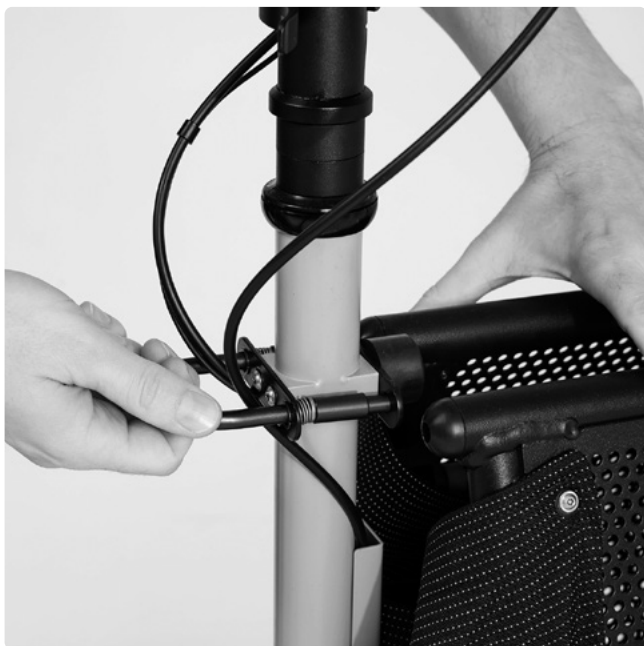

FIG. 52
- Per chiudere il cestino, avvicinare le due ali del cestino, tenere le ali del cestino con una mano e tirare indietro la staffa di bloccaggio con l'altra mano per innestarla in entrambe le ali del cestino (fig. 52).